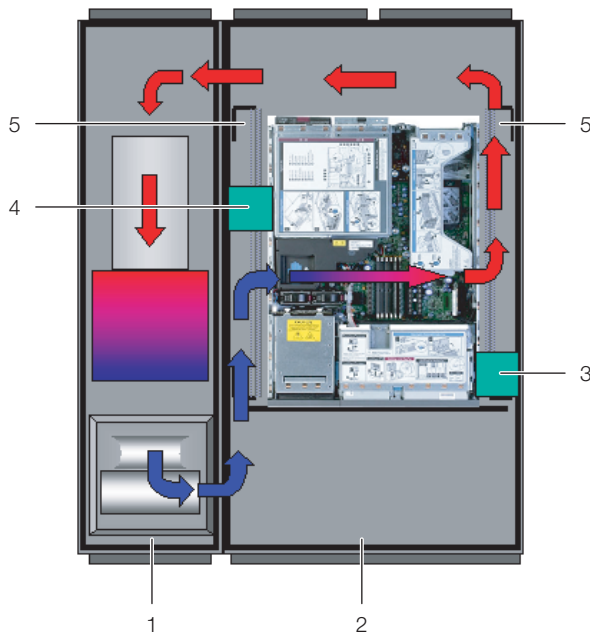

Рис. 23: Расположение поролоновых прокладок у приборов с боковой вентиляцией (вид сверху) – LCP Rack
- Если в серверном шкафу установлено несколько приборов с боковой вентиляцией, создайте соответствующее количество выемок в поролоновой полоске, чтобы на уровне каждого прибора с левой и правой стороны серверной стойки имелись выемки в поролоновой полоске. Обратите внимание на то, чтобы со стороны теплого воздуха не было никаких выемок (рис. 23, поз. 3).
- Закрепите эти отрезки со смещением назад относительно стороны холодного воздуха приборов (рис. 23, поз. 4). Необходимо установить полоски таким образом, чтобы все вентиляторы приборов могли всасывать холодный воздух и ни один вентилятор не блокировался.
Поролоновые полоски могут быть установлены между передней и задней опорой серверной стойки по всей глубине приборов с боковой вентиляцией (рис. 23, поз. 5).